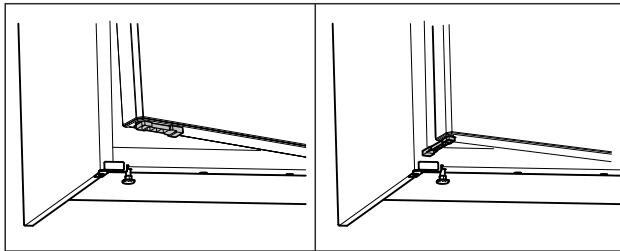

Fig. 54 \*
- Girar el limitador de apertura de puerta 90°. (consulte Fig. 54) \*